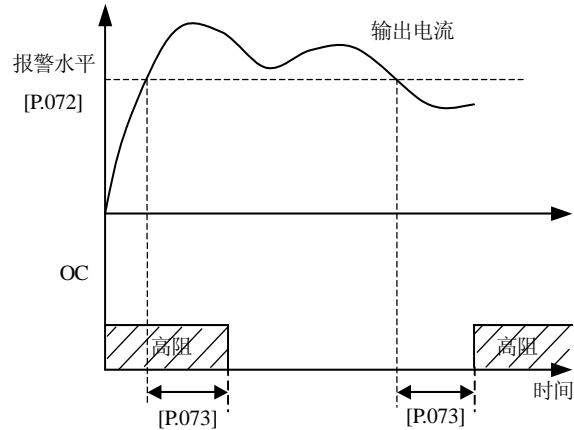

图 4-13 过载报警
- 4: 过载报警 当变频器的输出电流超过过载报警水平时，经过设定的报警延时时后，输出有效信号（低电平）。当变频器的输出电流低于过载报警水平时，经过同样的延时时后，输出无效信号（高阻）。见图 4-13
如果输出电流连续超过参数 P. 072 设定的电平, 经过 P. 073 设定的延迟时间后, 开路集电极输出有效信号 (OC1 或 M1、M2 端子, 参阅图 4-13 及参数 P. 063、P. 064、P. 065 的相关说明)。